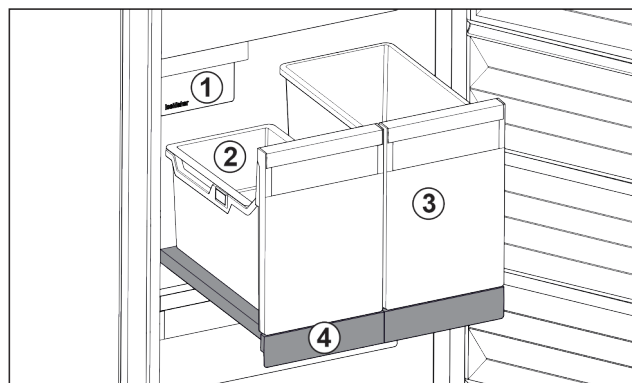

Fig. 116 Ripiano estraibile con IceTower
Sul ripiano estraibile ci sono due contenitori alti (IceTower). I cubetti di ghiaccio dall'IceMaker vengono raccolti e conservati nel contenitore Fig. 116 (2). Il contenitore Fig. 116 (3) è adatto per conservare alimenti alti come pizze o bevande alcoliche.